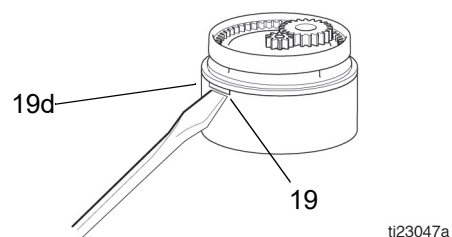

図 7
5. マイナスドライバーをピストンキット (19) のノッチに挿入し、ギアカバー (19d) をこじ開けます。図 7 を参照。